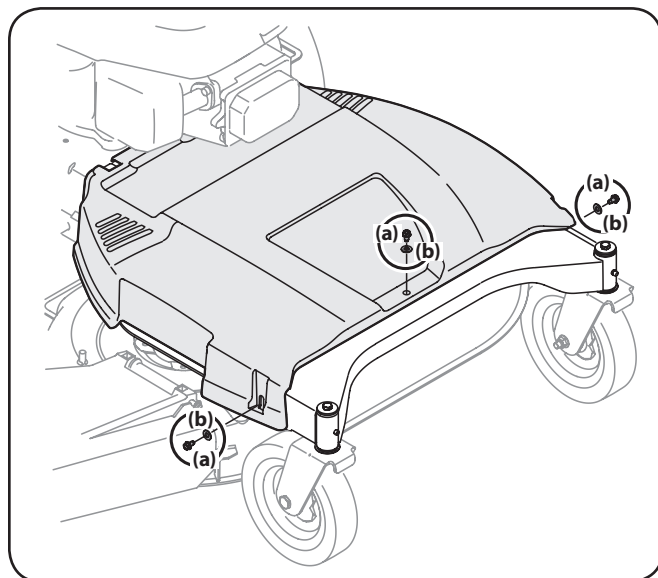

Figure 7-1
1. Retirez les trois écrous (a) et les trois rondelles (b) qui fixent le couvercle de courroie au châssis, puis retirez le couvercle. Voir Figure 7-1.
2. Retirez le couvercle de courroie comme indiqué à l'étape 1 de la sous-section *Démontage du plateau de coupe* à la page 22. Voir Figure 7-1.